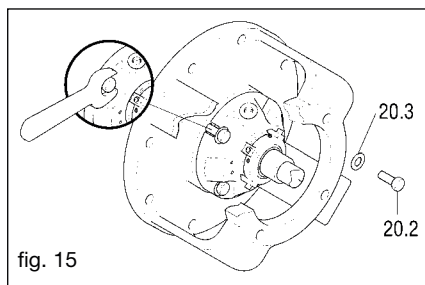

fig. 15
- Dévisser les vis (20.2) qui fixent la bride de la garniture au porte-moteur (fig. 15).
- Enlever le porte-moteur (19).
- Enlever la garniture (25), l'entretoise (31), le porte-garniture (20) et le joint (20.1).
- Serrer soigneusement les vis (20.2) (fig. 15) qui fixent la bride en procédant par croix, afin d'éviter des tensions sur l'anneau fixe de la garniture.